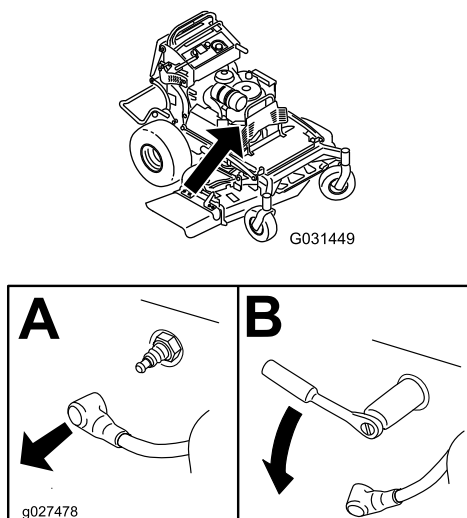

Figure 41
3. Déposez les bougies, comme montré à la Figure 41.